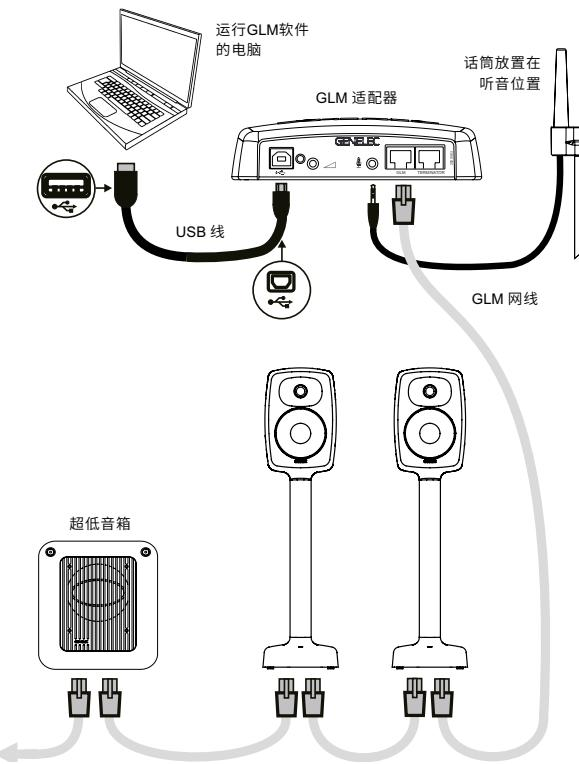

图 5. GLM 网络连接示意图
图5为GLM控制网络连接示意图。为此，您需要一套GLM校准套件，并在电脑上安装GLM软件。GLM校准套件需单独购买，其中包含一个用于连接电脑USB的适配器和一只校准话筒。GLM软件可以从www.genelec.cn“服务支持”>“GLM软件下载”页面中免费下载。如前所述，部分真力经销商可以提供系统安装、设置和校准服务，详情请咨询当地经销商。
2. 使用5类网线(RJ45接头)将每只音箱(包括超低音箱)串接起来，最终连接到GLM适配器的网络输入接口(见图5)。然后将GLM适配器通过USB线连接到电脑。